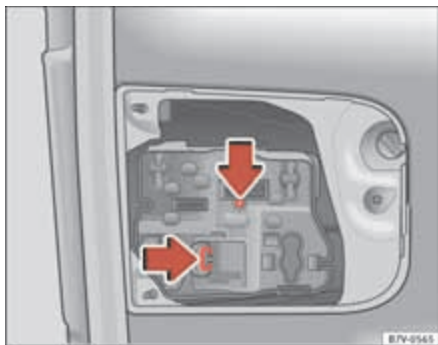

Fig. 207 En el portón trasero: Retirar el portalámparas.
5. Presione las lengüetas de bloqueo en el sentido de la flecha ⇒ fig. 207 y extraiga el portalámparas.